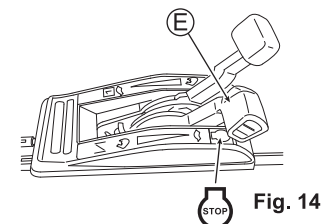

Fig. 14
2. Coloque a alavanca do acelerador (E) em "STOP". (Veja a fig. 14)